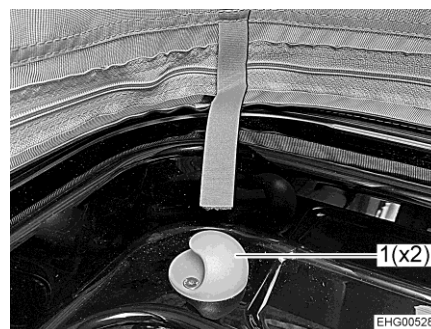

Fig. 37 Fixation
- Accrocher le filet de sécurité aux deux fixations (Fig. 37,1).